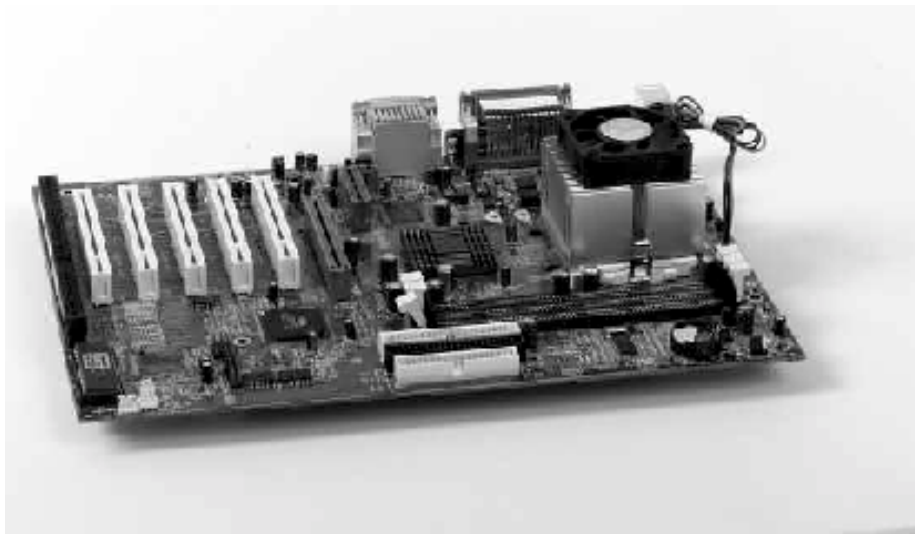

Abbildung 21: Kühlkörper installiert und bereit für letzte Prüfung
21. Der Kühlkörper und der Lüfter sind nun komplett installiert. Abbildung 21 zeigt den Einbau.